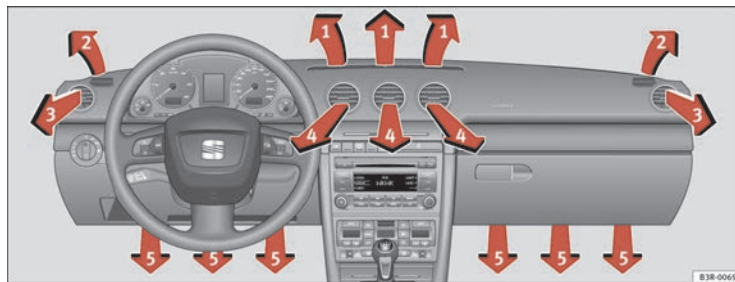

Fig. 143 Tablero de instrumentos: Disposición de los difusores de aire
Los difusores de aire ⇒ fig. 143 ③ y ④ pueden manejarse de la siguiente manera.
Las tres teclas tienen el siguiente significado. Los números hacen referencia a los difusores de aire → página 176, fig. 143.
Tras desconectar el encendido, el motor del ventilador funciona con la energía que le proporciona el techo solar. Para conseguir una ventilación óptima deben estar abiertos los difusores 3 y 4 ⇒ página 176, fig. 143.